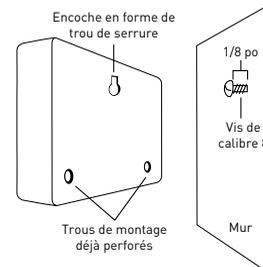

Figure 2 : Accrochez la minuterie au mur en insérant la vis dans l'encoche en forme de serrure.
- Glissez la minuterie sur la vis qui dépasse (dans l'encoche en forme de trou de serrure au dos de la minuterie). Consultez la figure 2.